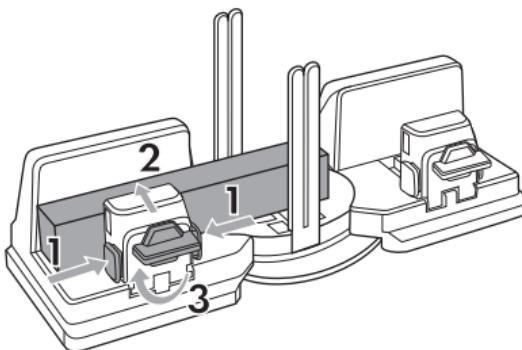

Fig. 6
- ◆ Collocare il pezzo di legno tra la ganascia di arresto 3 e il morsetto 2. Assicurarsi che il pezzo di legno oltrepassi le aste di guida 7 (vedere fig. 6).
- ◆ Mantenere premuti i pulsanti di sblocco 4 e spostare il morsetto 2 fino al pezzo di legno. Quando il pezzo di legno è serrato, rilasciare i pulsanti di sblocco 4 (vedere fig. 6).
- ◆ Ruotare il pulsante di blocco 5 in senso orario per fissare il pezzo di legno (vedere fig. 6).